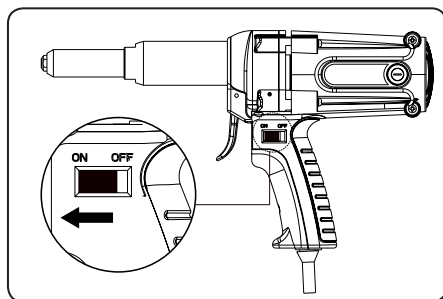

Fig.3
- a) **Impostare l'interruttore di funzionamento della pistola rivettatrice in posizione „ON“, vedere Fig.3.**